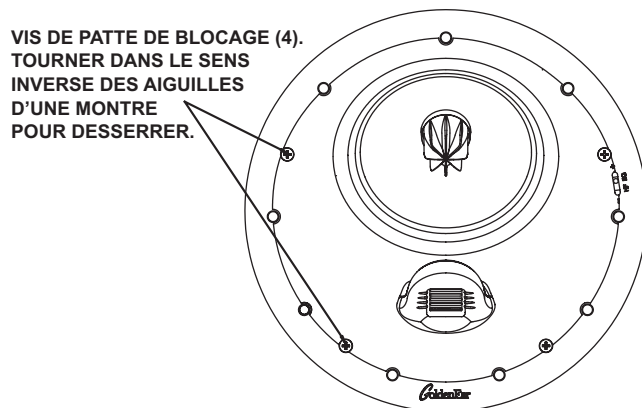

Figure 4
7. Desserrer les quatre pattes de blocage de l'enceinte en tournant les vis des pattes sur la face de l'enceinte de 1/2 à 1 tour dans le sens inverse des aiguilles d'une montre, juste assez pour permettre aux pattes de blocage de bouger librement (Figure 4).